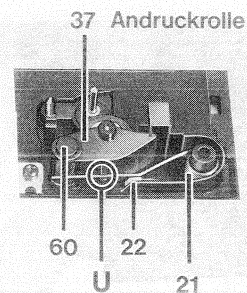

Abb. 11
19. Andruckrolle wechseln (Abb. 11)